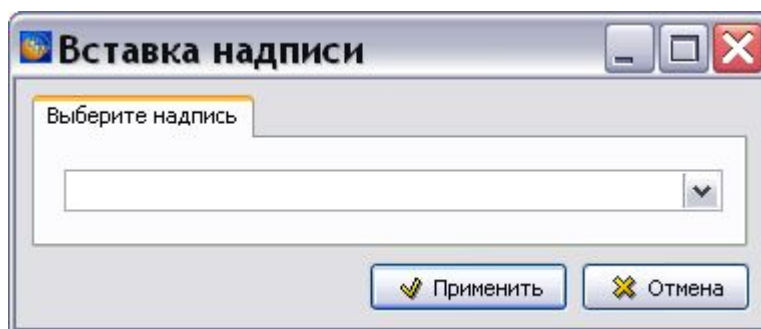

Рис. 3.32
2. Нажмите на кнопку **Вставить надпись** . После этого появится окно **Вставка надписи** (Рис. 3.32).